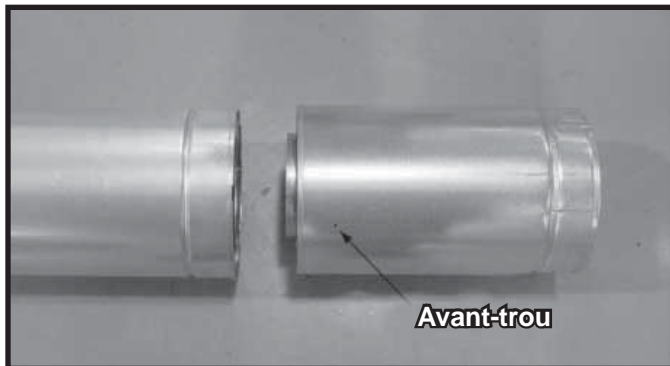

Figure 8.6 Avant-trous de la section coulissante
- Glisser le conduit intérieur de la section coulissante dans le conduit intérieur de la section du tuyau et le conduit extérieur de la section coulissante située au-dessus du conduit extérieur de la section du tuyau. Voir la figure 8.6.